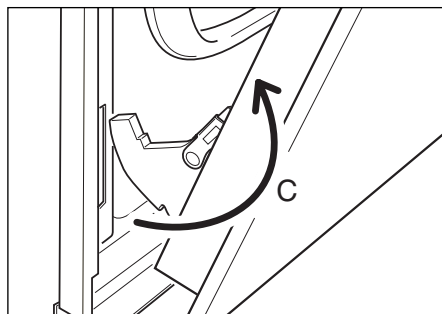

Fig. 50e
- Retirez les crochets de charnière de leur emplacement en suivant la flèche « C » (Fig. 50e).